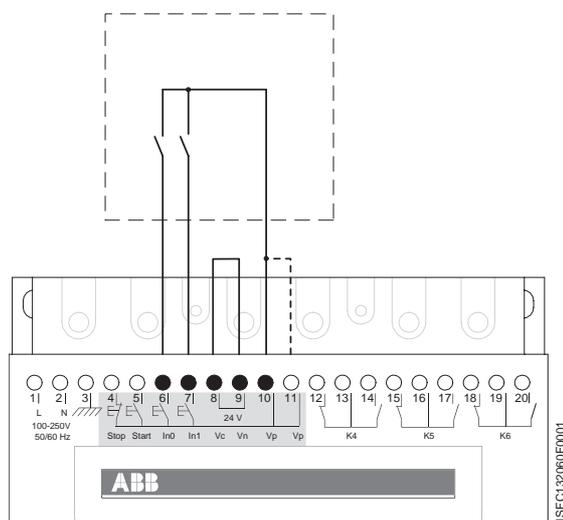

Figure 18: Tension de contrôle interne
1. Raccordez les câbles conformément à la Figure 18 ou à la Figure 19, selon que vous utilisiez une source interne ou externe.